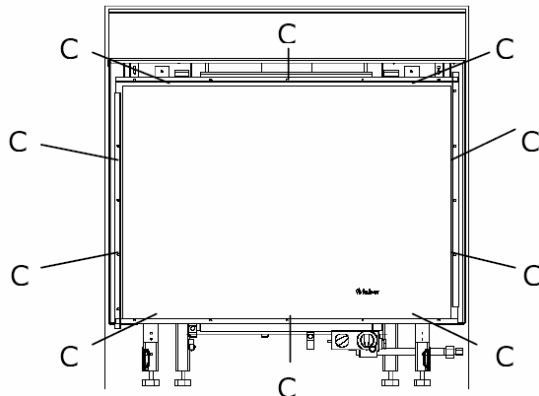

Fig. 7
- 2) Verwijder het glas door de glasklemmen C (zie fig. 7 op de volgende pagina) te verwijderen, bijvoorbeeld met een schroevendraaier. **Let op!** Wees voorzichtig met de glasplaat en draag handschoenen. Overtuig u ervan dat het glas vrij is van vingerafdrukken voordat u het glas terugplaatst. **Het is niet mogelijk om eenmaal ingebrande vingerafdrukken van het glas te verwijderen!**